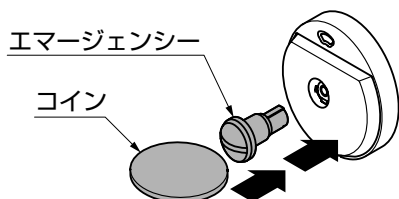

図5-2 エマージェンシーの操作
- ⑤エマージェンシーをおでかけサムターンと同様に差込み、コインで回転することを確認してください。(図5-2参照)